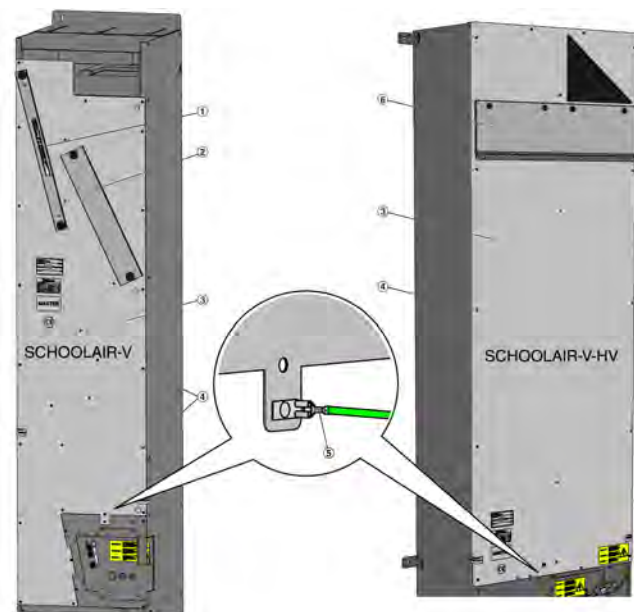

Abb. 30: Gerätedeckel demontieren, nur bei SCHOOLAIR-V und SCHOOLAIR-V-HV
- 3. ▶** Abluftfilter (Abb. 30 /1) herausnehmen und den Filterdeckel (Abb. 30 /2) vom Außenluftfilter demontieren ↪ *auf Seite 35* .
- 5. ▶** Den Gerätedeckel des Lüftungsgeräts (Abb. 30 /3) demontieren, dazu alle Kreuzschlitzschrauben (Abb. 30 /4) am Gerätedeckel lösen.
Beim Abnehmen des Gerätedeckels, den Schutzleiter (Abb. 30 /5) lösen.